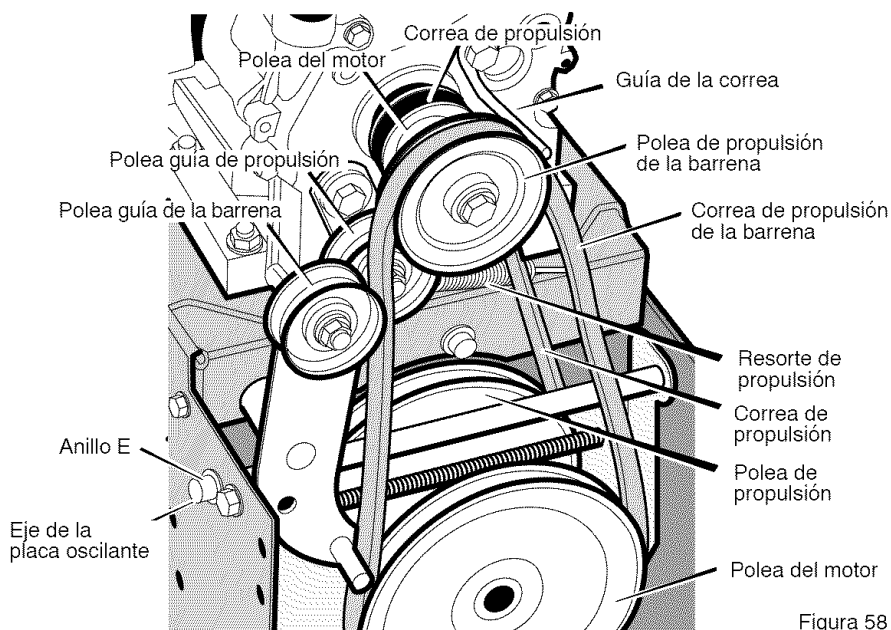

Figura 58
3. Afloje la tuerca de la polea guía de la barrena y mueva esta última hacia la correa un octavo de pulgada aproximadamente (3 mm) (Figura 58).
- Afloje la **guía de la correa**. Separe la **guía** de la **polea de propulsión de la barra** (Figura 58).
- Quite la antigua **correa del propulsor de la barra** de la **polea del propulsor de la barra**. Cambie la **correa del propulsor de la barra** por una correa de repuesto original de fábrica disponible en un centro de servicio autorizado (Figura 58).
3. Quite el **anillo E** de uno de los extremos del **eje de la placa oscilante**. Quite este **eje** para que la placa oscilante gire hacia adelante (Figura 58).